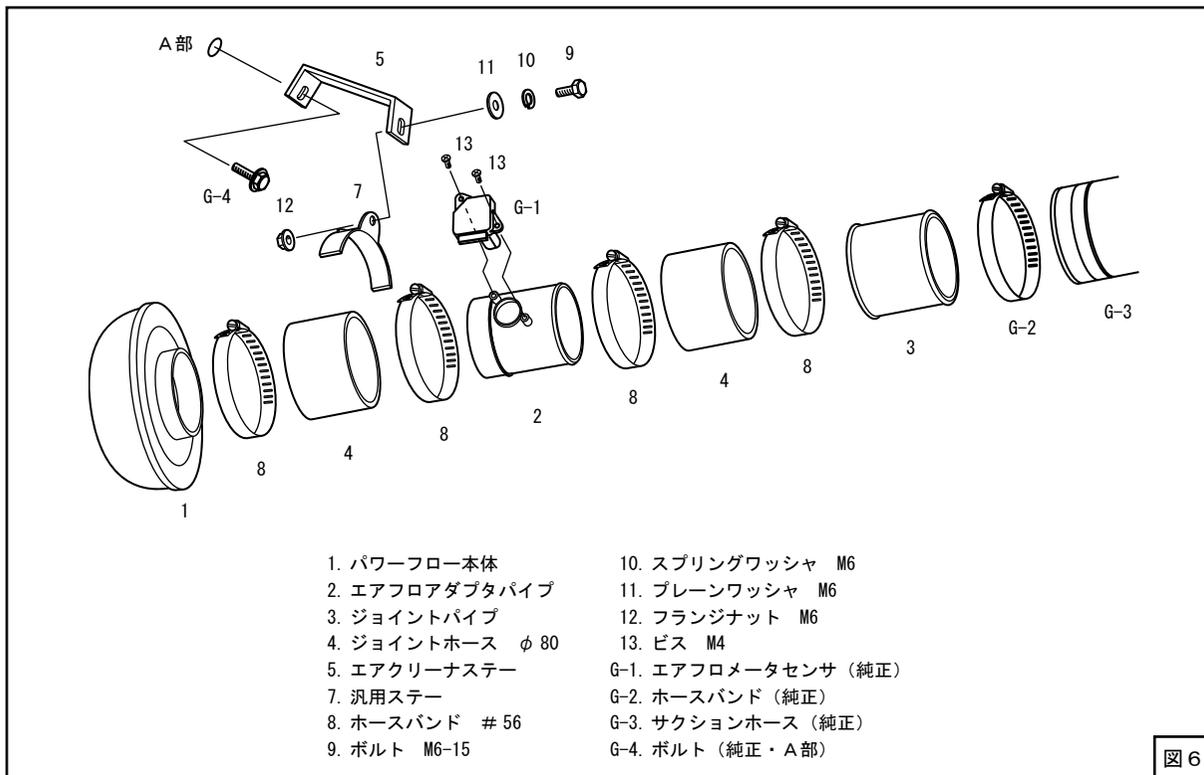

図6
- (1) エアフロメータセンサのOリング（純正）がエアフロアダプタパイプに噛み込まないようにしながら図4の位置に行くことを確認し、キットパーツのM4ビスを使用して取付けてください。この時ビスを締めすぎないようにしてください。（締付けトルク 2.0～3.0N・m(0.2～0.3kg・m)）（図4、図6）
- (2) 純正ボルトを使用してエアクリーナステーをA部に仮付けしてください。（図5、図6）
(3) キットパーツを仮付けしてください。(図6、図7)